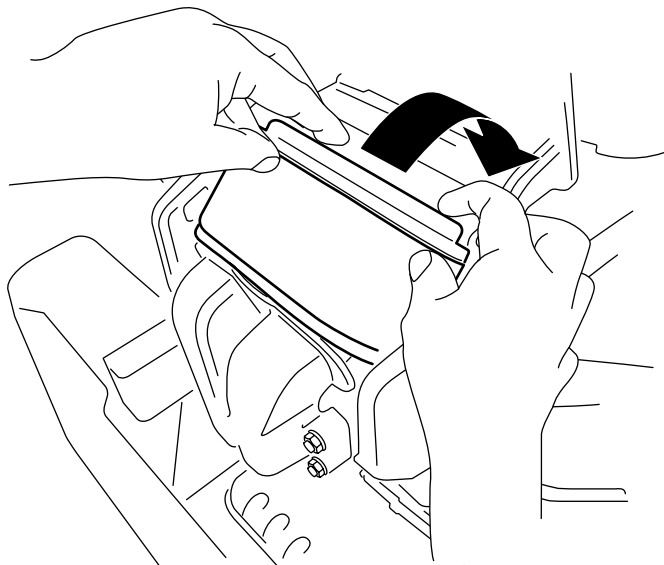

Bild 40
3. Drehen Sie den Filter nach unten in die Kammer und führen ihn vollständig gegen den Verteiler ein (Bild 40).